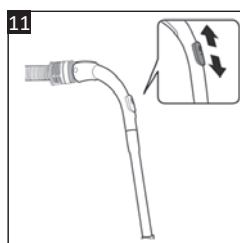

Fig. 11
- Cuando resulte difícil mover el cepillo para suelos (18) sobre el suelo o la alfombra, también puede ajustar la potencia de aspiración con el regulador de potencia de aspiración (8) situado en el mango de la manguera de aspiración (fig. 11). Deslice el interruptor hacia arriba/abajo para ajustar.